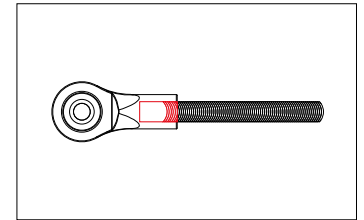

Abb. 30: Einschrauben der Gewindestange
5. Drehen Sie die Gewindestange in beide Köpfe der Koppelstange etwa zehn Umdrehungen tief ein. Dadurch haben Sie für evtl. später notwendige Korrekturen noch einen Verstellbereich von etwa +/- 10 mm in der Länge. (Abb. 30)